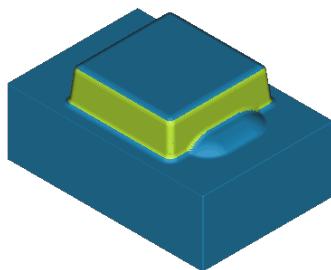

图 4.4.18 2D 仿真结果
Step4. 使用 2D 动态仿真。在“刀轨可视化”对话框中单击 **2D 动态** 选项卡, 采用系统默认设置, 调整动画速度后单击“播放”按钮 , 即可演示 2D 动态仿真加工, 完成演示后的模型如图 4.4.18 所示, 单击 **确定** 按钮, 完成仿真操作。